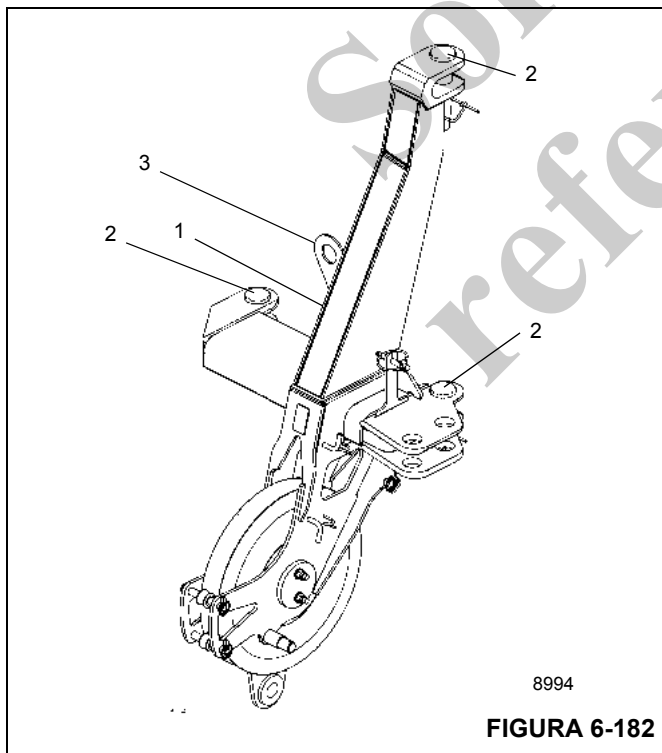
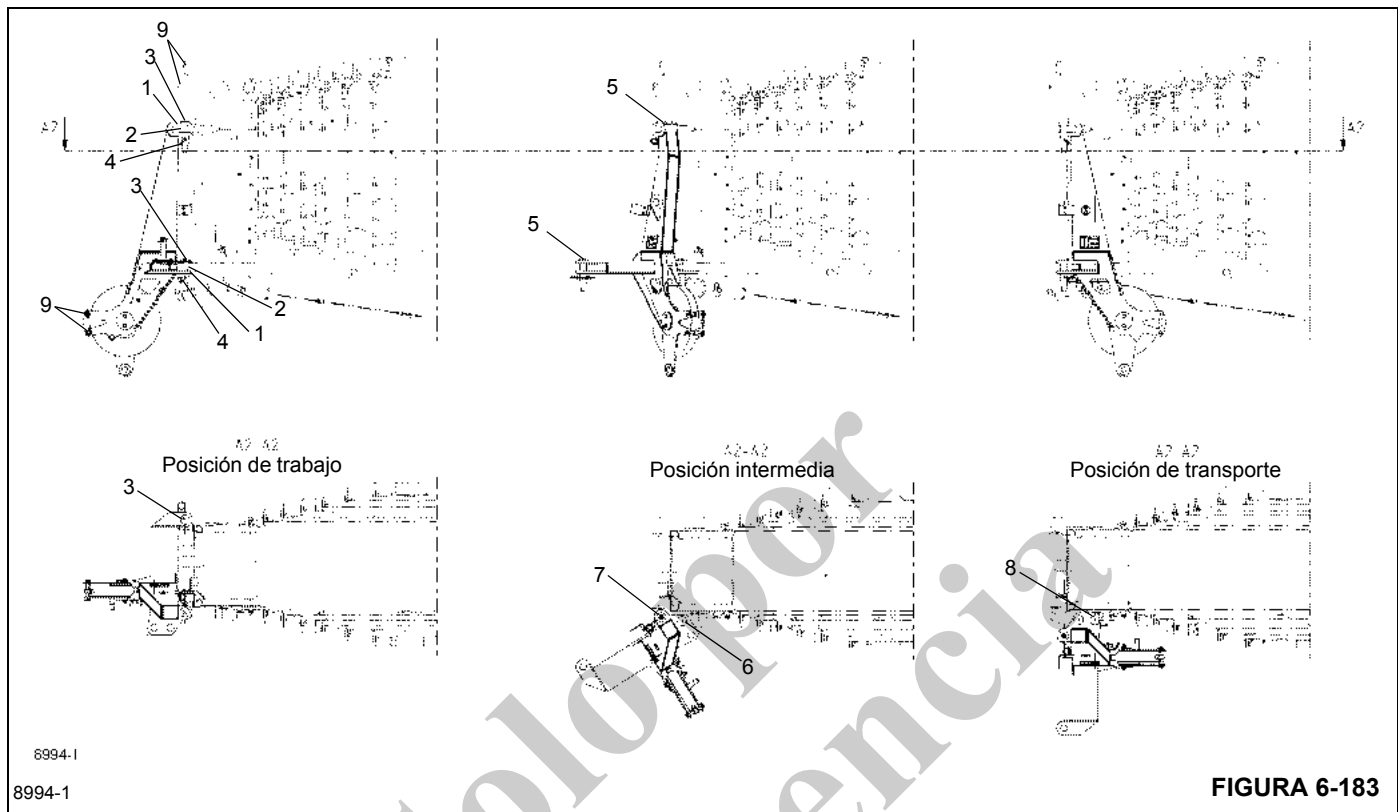

FIGURA 6-182
FIGURA 6-183
El número de serie (1) está en una placa, en la parte derecha de la punta de la pluma de polea única auxiliar (Figura 6-182).
1. Retire las pinzas de retención de los pasadores (2) y retire los pasadores de las orejetas de fijación (Figura 6-182).
2. Use una grúa auxiliar conectada a los ojales de elevación (3) en la punta de pluma auxiliar y levántela hacia la parte frontal sobre la cabeza de pluma principal.
3. Alinee la punta de la pluma de polea única auxiliar de manera que las orejetas de fijación (1, Figura 6-183) queden alineadas con las orejetas de fijación de la punta de la pluma (2).
4. Asegure la punta de la pluma de polea única auxiliar a la punta de la pluma principal usando pasadores (3).
5. Asegure los pasadores (3) con pinzas de retención (4).
En la posición de trabajo, la punta de la pluma de polea única auxiliar está colocada delante de la cabeza de pluma principal y está fijada con tres pasadores (3) (Figura 6-183).
1. Retire las pinzas de retención y saque los pasadores (5) de las orejetas en la parte delantera de la cabeza de pluma principal (Figura 6-183).
3. Inserte el pasador (6) en las orejetas y asegure con la pinza de retención.
4. Retire la pinza de retención del pasador (7) y quite el pasador.
5. Gire la punta de la pluma auxiliar más lejos, hacia el lado de la punta de la pluma principal. Inserte el pasador (8) en las orejetas y asegure con la pinza de retención.
1. Retire las varillas de sujeción del cable de la cabeza de la pluma principal y de la punta de la pluma de polea única auxiliar (9, Figura 6-183).